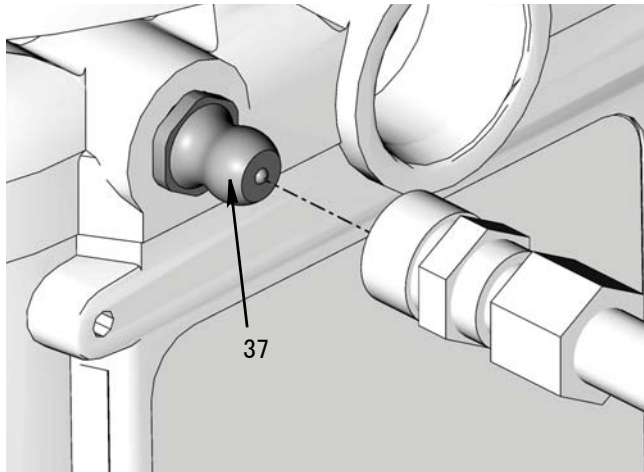

图 7
1. 将加注软管连接到入口配件 (37) (图 7)。
1. 将加注软管连接到入口配件 (图 7)。